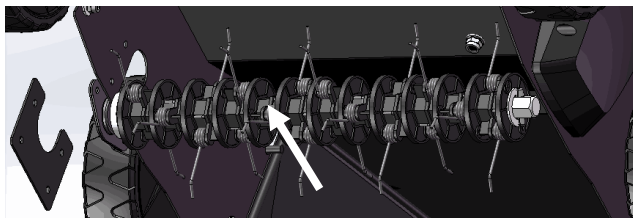
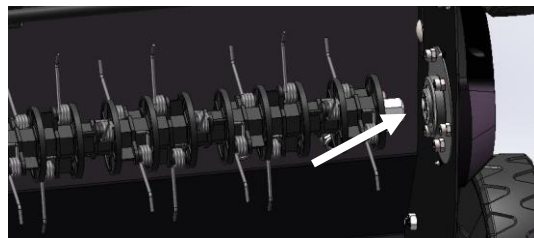
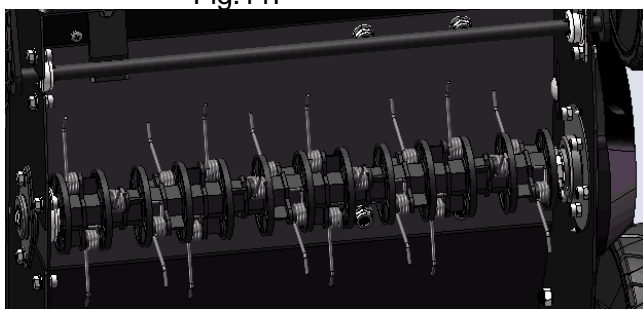

Fig.11F
Fig.11G
Fig.11H
4. Fissare il rullo arieggiatore/scarificatore. (Fig.11F/ Fig.11G/ Fig.11H).